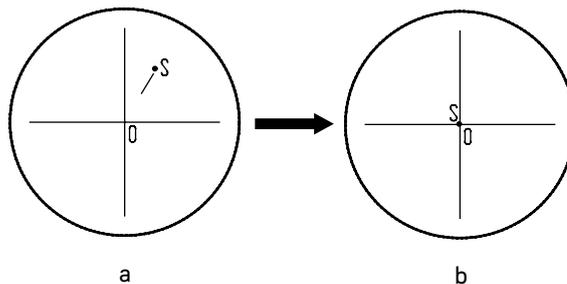

Рис. 21. Настройка канала визуализации
- Установите рукоятку переключения светового потока **3** в положение для наблюдения через окуляры. Наблюдая объект через окуляры, найдите отличительную точку в поле зрения (легко идентифицируемую цель, такую как точка *S* на рис. 21а), переместите объект на предметном столике так, чтобы данная точка находилась в центре поля зрения, как показано на рис. 21б. Для этой процедуры вместо обычного препарата удобно использовать специальный калибровочный слайд с перекрестием, а вместо обычного окуляра – окуляр с перекрестием.